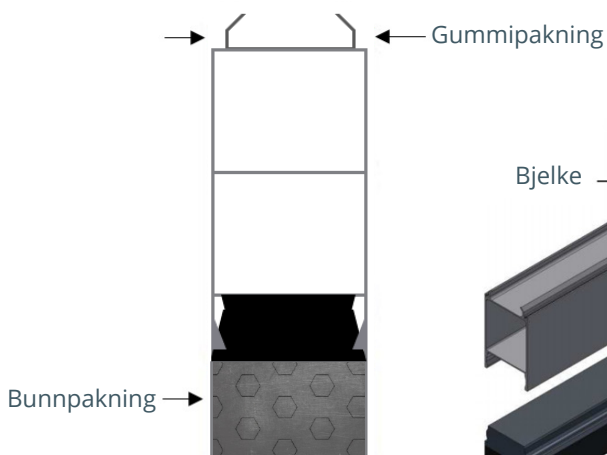

Fig. 1.2.1:
- B) Kontroller tilstanden på gummipakning, forny om nødvendig (Fig. 1.2.1)